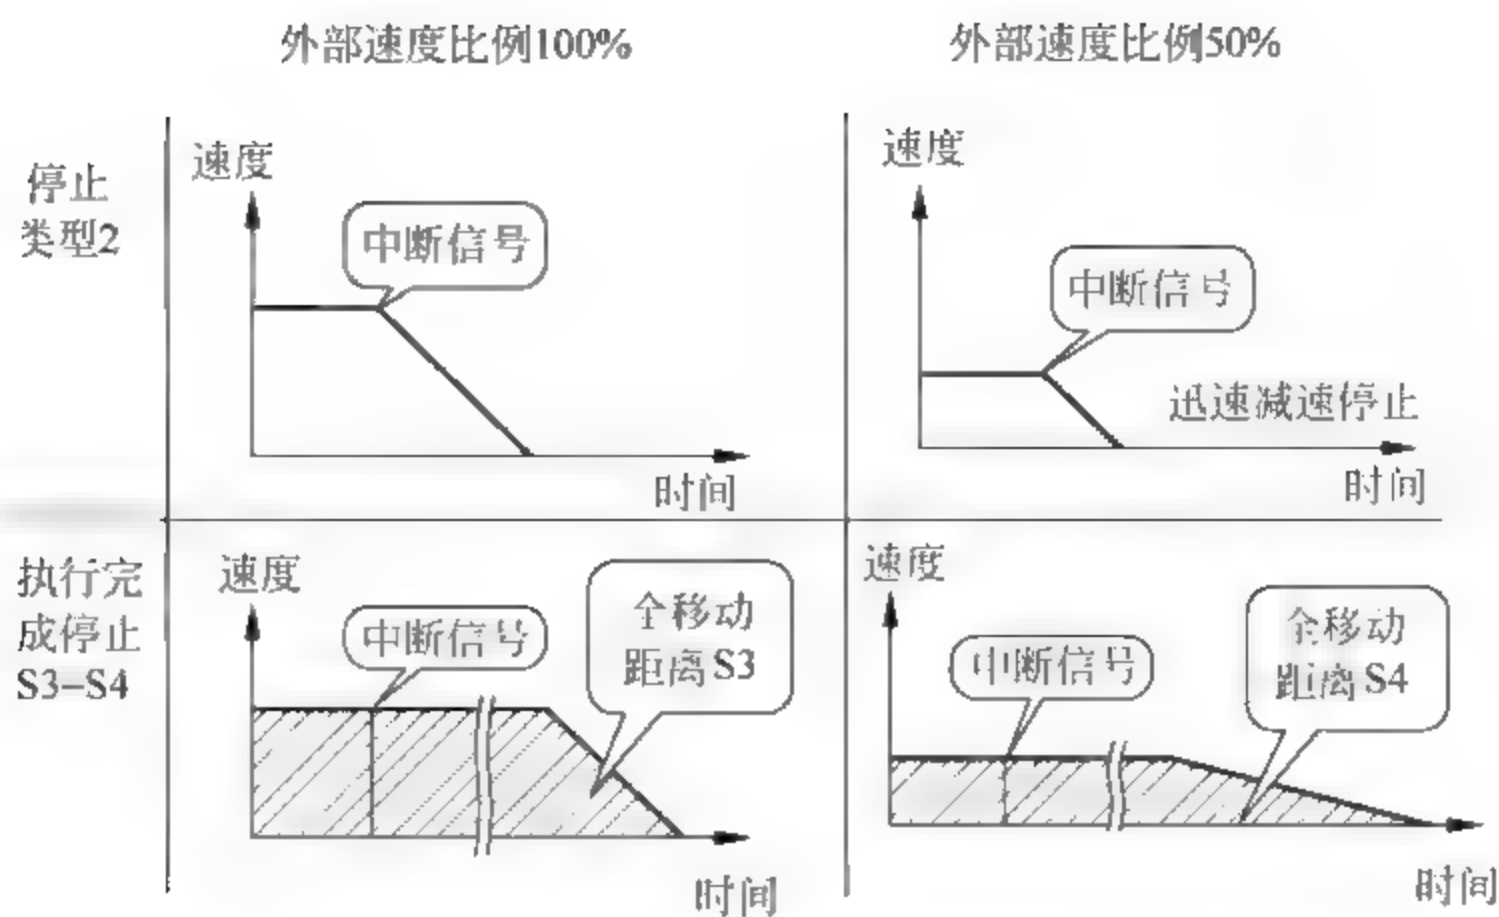

图 13-3 停止类型 2——以最短时间,最短距离减速停止
- (1) 中断程序从“跳转起始行”到 Return 结束;
- (2) 中断程序级别以号码 1~8 表示,数字越小越优先,如 Act 1 优先于 Act 2;
- (3) 执行中断程序时,主程序的停止类型如图 13-2 和图 13-3 所示。